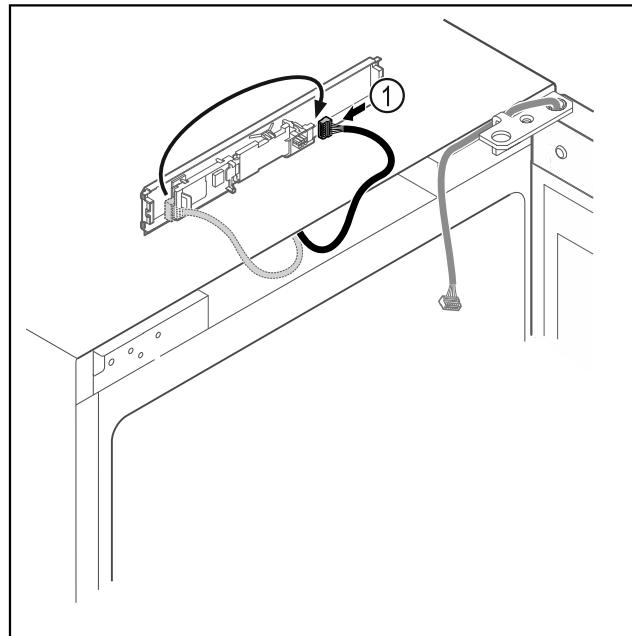

Fig. 20
- ▶ Переставити штекер Fig. 20 (1) на плиті.